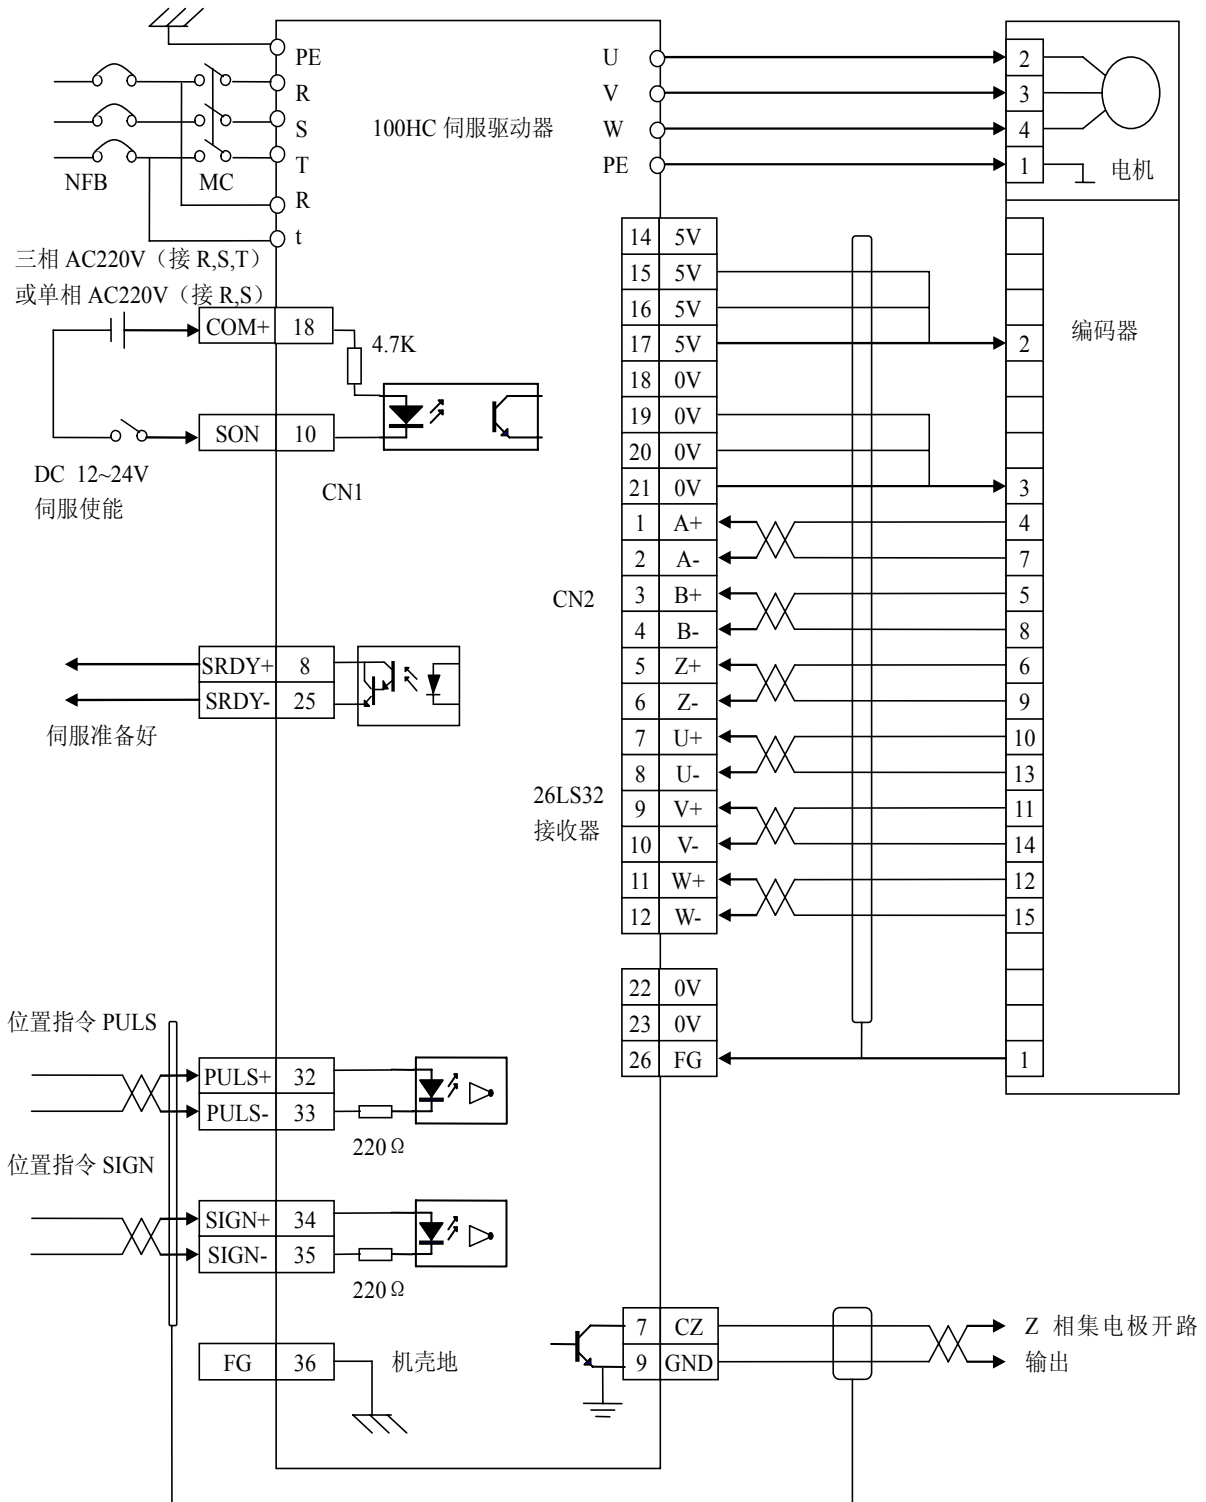

图7.7 位置控制模式简单接线图
1. 接线按图 7.7 接线，
① 主电路端子，三相 AC 220V，接 R、S、T 端子，单相 AC 220V，接 R、S 端子；
② 控制电压端子 r、t 接单相 AC 220V；
③ 编码器信号接插件 CN2 与伺服电机连接好；
④ 控制信号接插件 CN1 按图示连接；
① 接通控制电路电源和主电源，显示器有显示，POWER 指示灯点亮。
② 按下表设置参数值，将参数写入 EEPROM